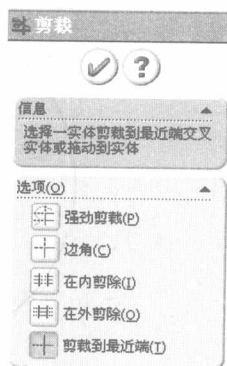
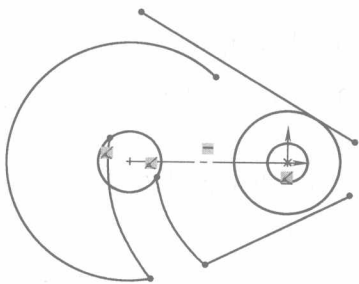

图 1-6
图 1-7
(4) 单击草图工具栏里的  图标，此时在状态树中显示出“剪裁”命令选项对话框，如图 1-6 所示，选择“剪裁到最近端”选项。然后在刚绘制的图形上点取不要的部分，结果如图 1-7 所示。